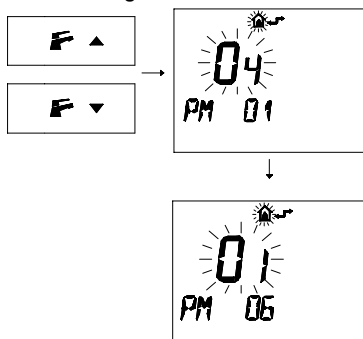

fig. 8.16
- 5 Premere i pulsanti ▲ o ▼ per visualizzare la programmazione “PM 06” Tipo gas secondo livello fig. 8.16